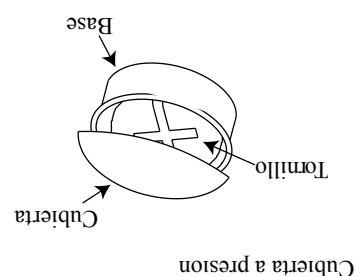

Fig. 5
6. Encaje a presion las tapas sobre la cabeza del tornillo. (Fig.5)